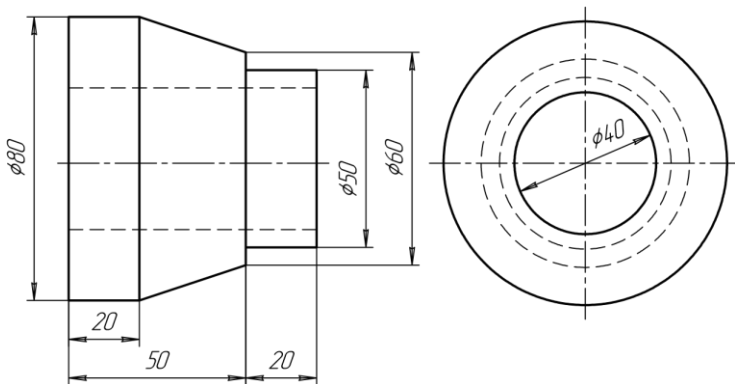

Рисунок 10.1. – Креслення деталі «Втулка»
- Створити модель деталі «Втулка», використовуючи креслення (рис. 10.1);